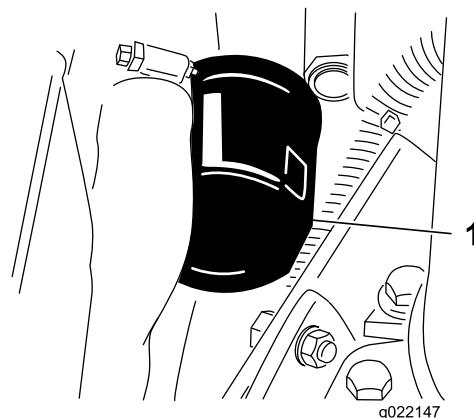

Figura 52
- Retire el filtro de aceite (Figura 52).